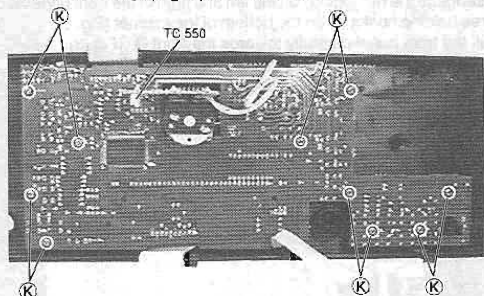

Fig. 8
- 10 Schrauben (K) (Fig. 8) herausdrehen.
- Undo 10 screws (K) (Fig. 8).